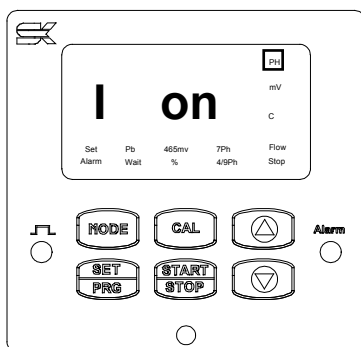
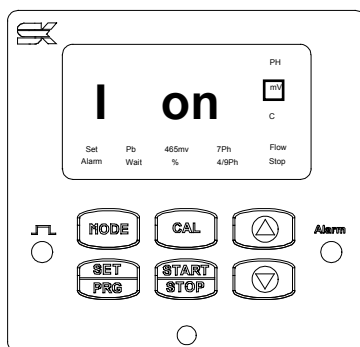
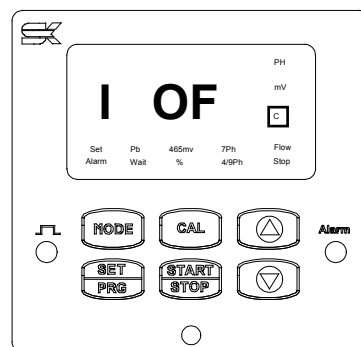

Рис. 1
Рис. 2
Рис. 3
- 3) При нажатой кнопке **SET/PRG**, подключите изделие к питающей сети. Дисплей покажет: **r 1.0**, сопровождаемое индикацией **InP** (вход). Далее дисплей отобразит: **I on** (индикатор **I** активизирован). Также включится или индикатор **pH**, или **mV**, сигнализируя соответственно о режиме контроля pH (см. рис. 1), или о режиме контроля Redox (см. рис. 2).
- 4) Отпустите кнопку **SET/PRG**. Нажмите кнопку **▲** или **▼**, и выберите желаемый режим контроля: **контроллер pH + дозирующий насос** (светится индикатор **pH** – см. рис. 1), **контроллер Redox + дозирующий насос** (светится индикатор **mV** – см. рис. 2), режим простого дозирования светится индикатор **C** – см. рис. 3),